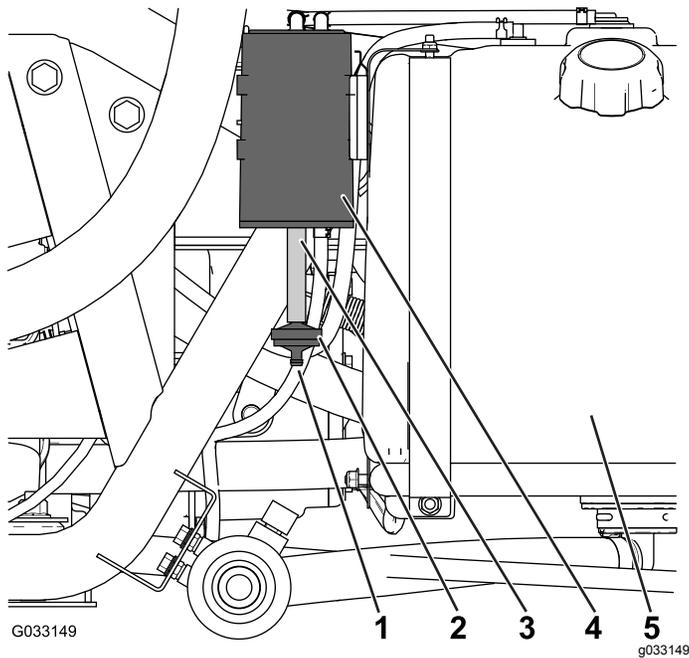

図 42
カーボンキャニスタのエアフィルタの開口部を点検し、汚れていないこと、ごみや異物や通気の障害になるものが入っていないことを確認する 図 42。
1. カーボンキャニスタの底部についているカーボンキャニスタ用フィルタのバーブ鋸歯フィッティングをホースから外し、フィルタを外す 図 42。